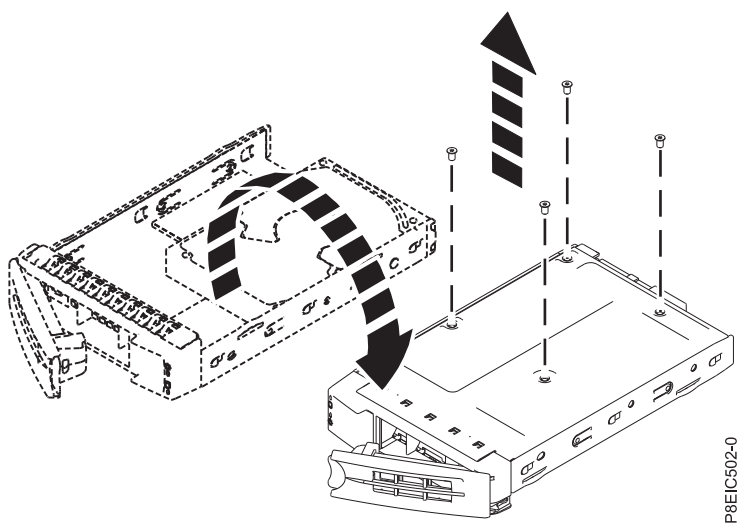

図 58. トレイからの 2.5 型ドライブの取り外し
- 2.5 型ドライブの場合は、トレイを裏返します。4 本のねじを取り外して、トレイの底面からドライブを外します (図 58 を参照)。